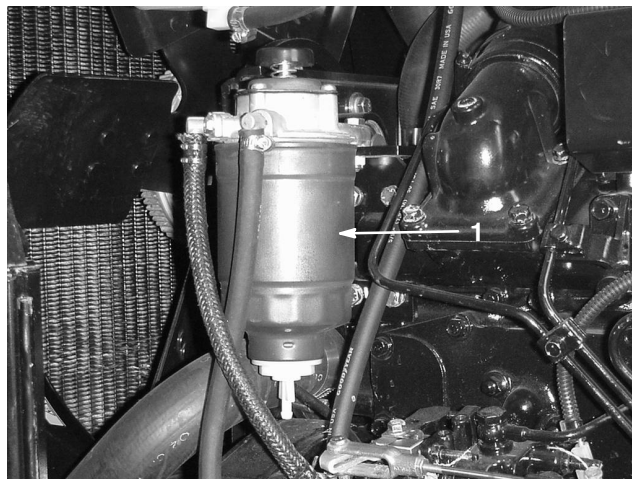

Figure 39
1. Localisez le filtre à carburant/séparateur d'eau près du ventilateur, du côté gauche du moteur, et vidangez la chambre à eau chaque jour (Fig. 39).
2. Toutes les 400 heures de fonctionnement ou une fois par an, remplacez l'élément filtrant du filtre à carburant/séparateur d'eau (Fig. 39) et vidangez l'eau qui se trouve dans le réservoir de carburant. Appliquez du gazole propre sur le joint torique. Montez et serrez l'élément filtrant à la main.